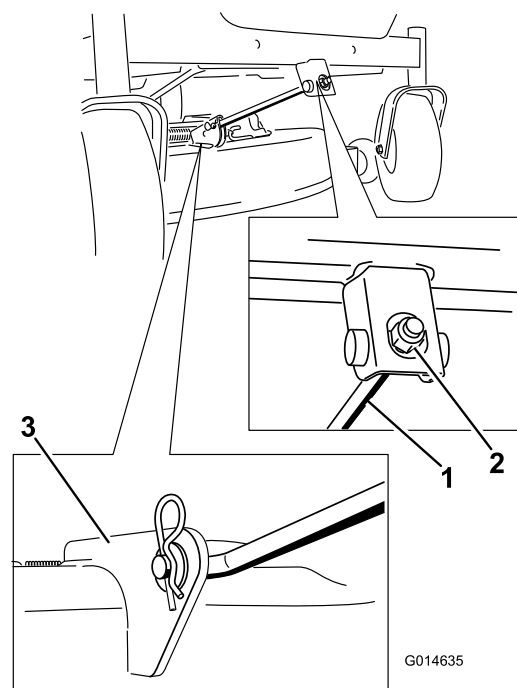

Figura 54
- Retire la chaveta de la varilla de soporte delantera y retire la varilla del soporte de la carcasa (Figura 54).
6. Conecte la varilla de soporte delantera a la carcasa del cortacésped con el pasador y la chaveta (Figura 54).